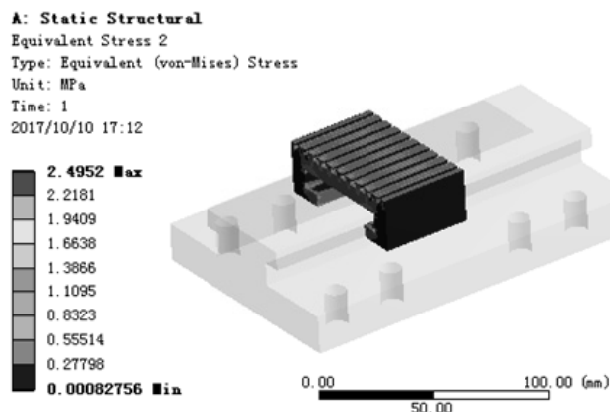

图 7.6.29 应力结果图解 (slider)
(4) 查看 slider 应力结果图解。在“Outline”窗口中选中  Equivalent Stress 2，查看图 7.6.29 所示的零件 slider 的应力结果，其最小应力为 0.00082756 MPa，其最大应力为 2.4952 MPa。